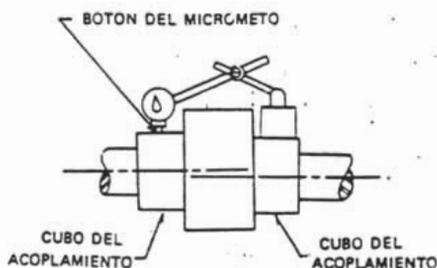

Figura III.20.- Prueba de la Alineación Paralela de las Flechas del Motor y del Generador después de Instalar el Acoplamiento.
**NOTA:** Si se cambia de lugar la unidad generadora, comprobar la alineación paralela en el micrómetro, como se ilustra en la Figura III.20, después girar las flechas y comprobar la alineación.